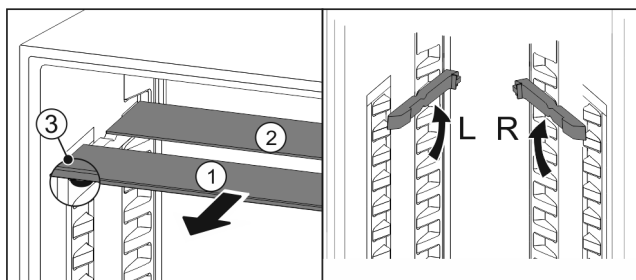

Fig. 60
- Træk glaspladerne ud enkeltvis fremad Fig. 60 (1).
- ▷ Glaspladen Fig. 60 (1) med pyntelisen ligger foran.
- ▷ Stoppene Fig. 60 (3) peger nedad.